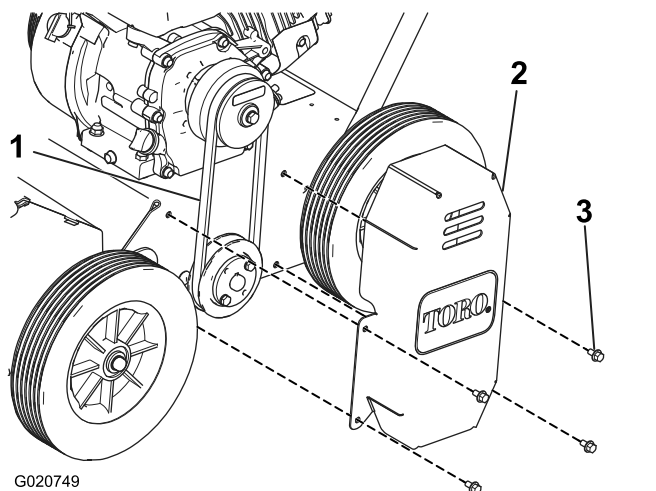

Figura 21
4. Rimuovete i 4 bulloni che fissano il copricinghia sul lato sinistro della macchina e rimuovete il copricinghia (Figura 21).
5. Verificate la tensione della cinghia (Figura 21).